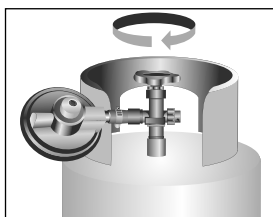

Figura 17.
- Si es con cilindro, la válvula debe estar CERRADA (Ver figura 17).